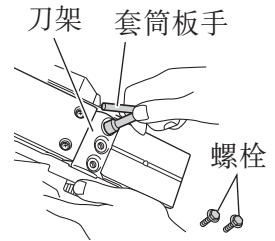

图 13
- (1) 如图 13 所示，用套筒扳手松开用于固定刀刃座的 3 根螺栓并将其拆下。
- (1) 如图 13 所示, 用自带的套筒扳手松开用于固定刀刃的 3 个螺栓并卸下刀架。